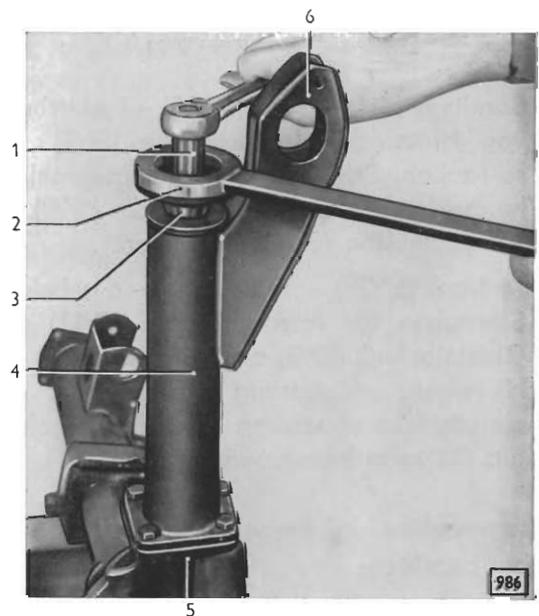

Bild 61 - Schlitzmutter für Antriebskegelradflansch lösen
1. Schlitzmutter für Antriebskegelradflansch entsichern und mit Steckschlüssel S-1208 (61/1) und Ratsche abschrauben. Dabei Flansch (61/3) mit Halteschlüssel S-1213 (61/2), der an den Stützarm (61/6) der Hinterachsverlängerung (61/4) anzulegen ist, gegenhalten (Bild 61). Flansch vom Antriebskegelrad abziehen.